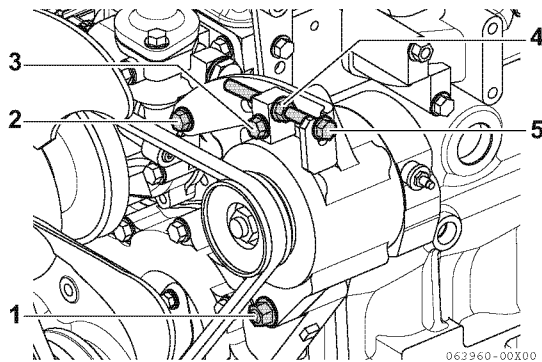

Figure 3
- 1- Dévissez l'écrou fixé (1, **Figure 3**) sous l'alternateur, le boulon de montage de réglage de courroie (2, **Figure 3**), et le boulon de serrage de réglage de courroie (3, **Figure 3**).
- 2- Dévissez l'écrou de blocage du boulon de réglage (4, **Figure 3**), et réglez la tension en faisant tourner le boulon de réglage (5, **Figure 3**). (Faites tourner le boulon de réglage dans le sens horaire pour serrer la courroie).
- 3- Après avoir réglé le boulon de réglage (5, **Figure 3**) dans l'ordre suivant, serrez le boulon de serrage (3, **Figure 3**), le boulon de montage de réglage de courroie (2, **Figure 3**), l'écrou de fixation (1, **Figure 3**) puis l'écrou de blocage (4, **Figure 3**) à la fin.